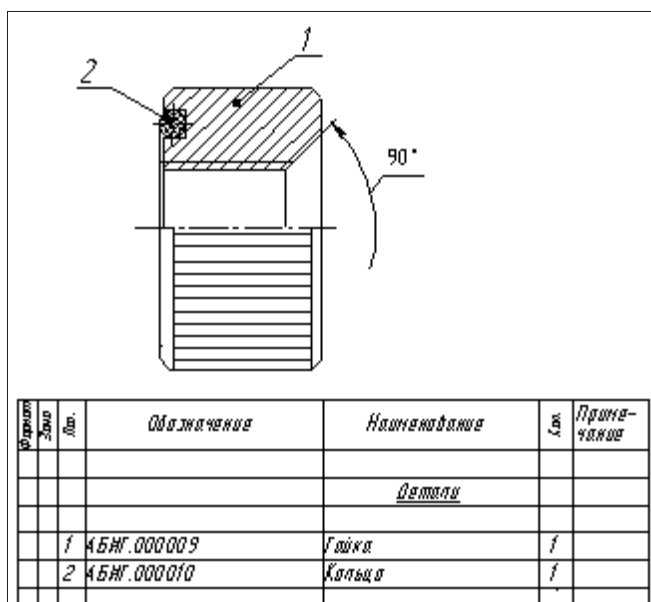

Рис. 15.13. Сборочный чертеж Гайка с созданной спецификацией
Создание раздела спецификации в файле рассмотрим на сборочном чертеже Гайка (рис. 15.13). Для этого выполните следующие действия:
- ♦ нажмите кнопку **Заккрыть бланк спецификации** — окно закрывается, и новый объект спецификации введен в чертеж. У вас должно получиться как на рис. 15.13.